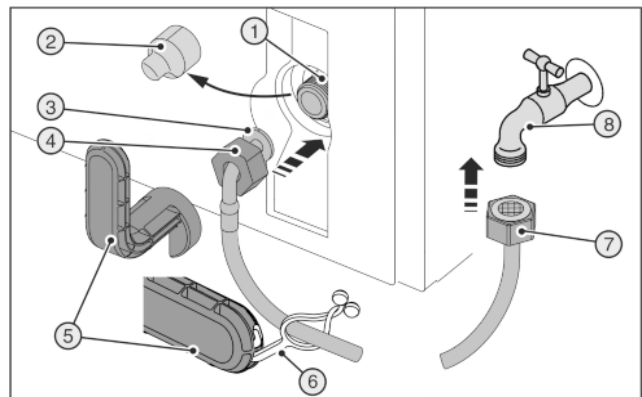
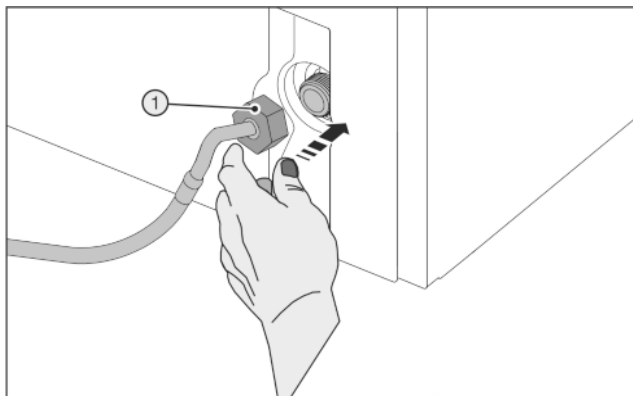

Fig. 45
Fig. 46
Сломанный вспомогательный инструмент Fig. 45 (5)!
- ▶ Вспомогательный инструмент Fig. 45 (5) использовать только при комнатной температуре.
- ▶ Снять крышку Fig. 45 (2).
- ▶ Облегченный монтаж: Выложить прямой конец шланга Fig. 45 (7) влево на землю.
- ▶ До конца сдвинуть гайку Fig. 45 (4) через конец шланга в виде угла Fig. 45 (3) и удерживать.
► Осторожно одеть гайку Fig. 46 (1) и накрутить на резьбу двумя пальцами до обеспечения надежной посадки.
► Затяните гайку Fig. 46 (1) с помощью вспомогательного инструмента Fig. 45 (5) по часовой стрелке, пока не будет достигнут максимальный момент затяжки и вспомогательный инструмент Fig. 45 (5) начнет прокручиваться.
► Навинтить гайку Fig. 45 (7) на запорный кран Fig. 45 (8).
► Затяните гайку Fig. 45 (7) с помощью вспомогательного инструмента Fig. 45 (5) по часовой стрелке, пока не будет достигнут максимальный момент затяжки и вспомогательный инструмент Fig. 45 (5) начнет прокручиваться.
► Откройте запорный кран Fig. 45 (8) системы подвода воды и проверьте герметичность всей водяной системы.
► Зацепить накладку Fig. 45 (6) в вспомогательном инструменте Fig. 45 (5) и для хранения закрепить на шланге из высококачественной стали.